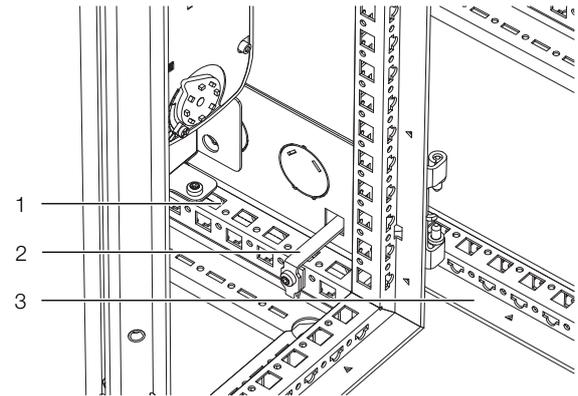

Abb. 35: Verbindungselement im hinteren Bereich VX/VX
- Setzen Sie im hinteren Bereich ein Verbindungselement (Abb. 35, Pos. 2) zwischen die Rahmen des LCP Inline Protruding des Serverschranks ein.